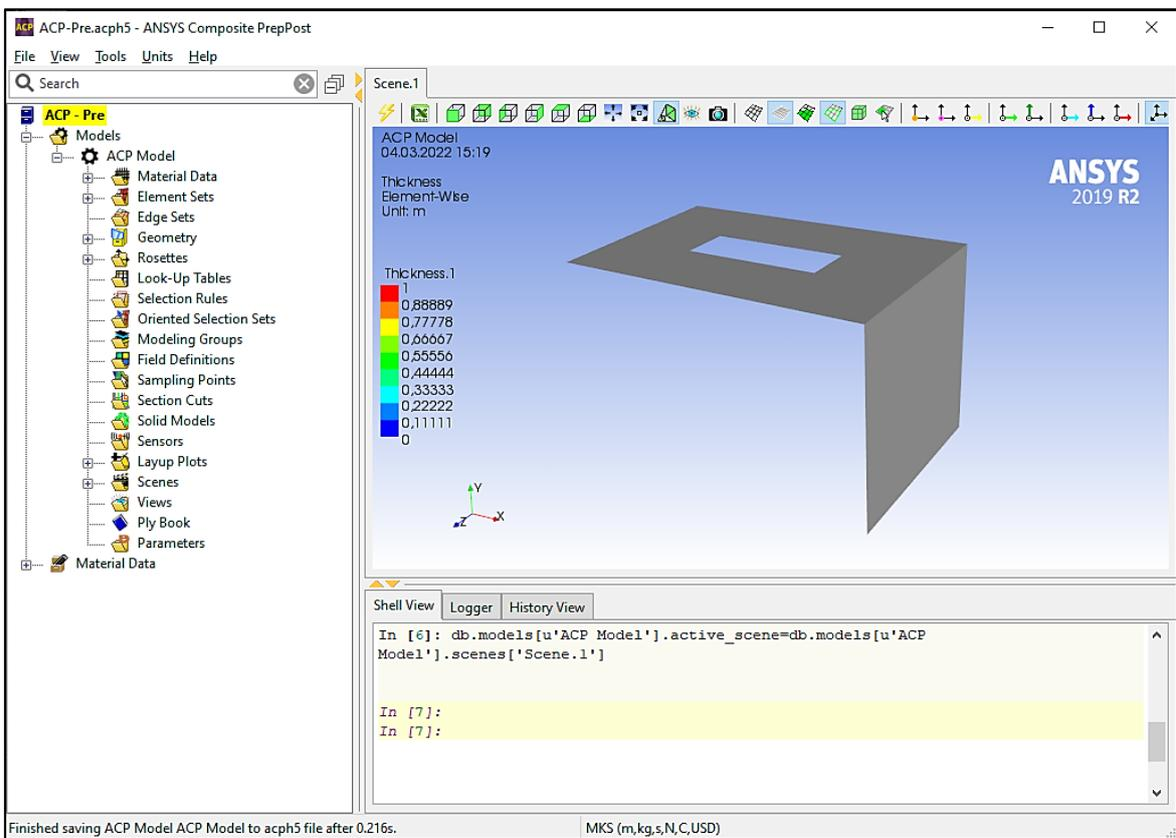

Рис. 16. Окно ANSYS Composite PrepPost
13.1. В окне **Workbench** дважды нажимаем на **Setup** в блоке **ACP (Pre)**. После этого перед нами появится окно, представленное на рис. 16.